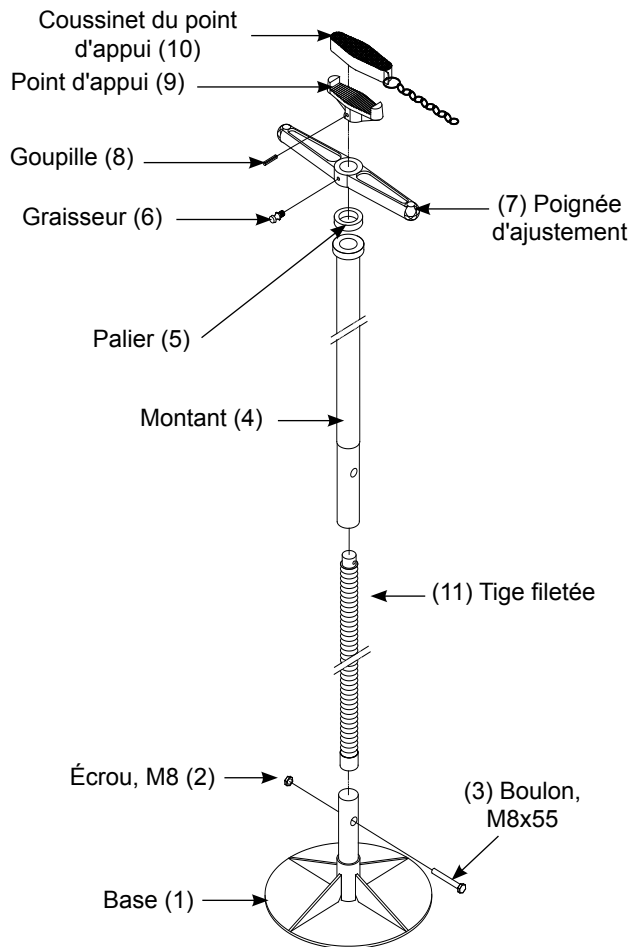

Figure 1 : Pièces du modèle 31500
1. Assurez-vous d'avoir toutes les pièces en votre possession (voir les figures 1 et 2). Si une pièce est endommagée ou manquante, n'assemblez pas, n'installez pas et n'utilisez pas le produit. Communiquez avec le service à la clientèle.
2. Commencez l'assemblage en insérant la plus petite extrémité de la tige filetée (11) dans la partie inférieure du montant (4) de façon à ce que cette extrémité de la tige ressorte par la partie supérieure du montant.
3. Placez le palier (5) sur le dessus de la partie filetée de la tige, puis installez la poignée d'ajustement (7) sur la tige filetée en la faisant tourner dans le sens horaire.
4. Le point d'appui (9) peut maintenant être fixé en insérant la goupille (8) à travers le point d'appui et la tige filetée (11).
5. a. Pour le modèle 31500 (voir figure 1) :
Liste des pièces (voir les figures 1 et 2 pour les numéros des pièces)